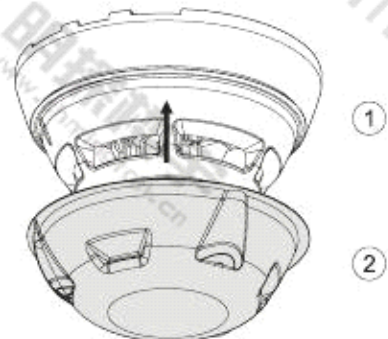

Fig. 2
- **Detector dust cap (Fig. 2)**